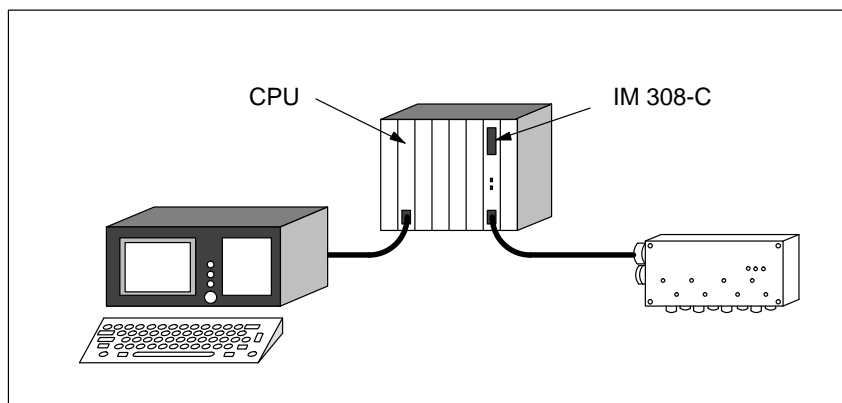

Bild 6-2 Aufbau, um eine PROFIBUS-Adresse mit dem FB IM308C an einen DP-Slave zu übertragen
3. Schließen Sie das PG an die AS 511-Schnittstelle der CPU und stellen Sie einen Aufbau wie in Bild 6-2 zusammen: